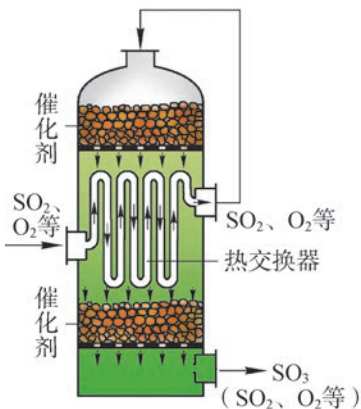

图 6.13 二氧化硫在转化器中的多段催化氧化示意图
转化阶段是硫酸生产的核心，转化率高，则硫的利用率高，对环境的影响小。经过净化处理的混合气体主要含有二氧化硫、氧气和氮气。二氧化硫氧化成三氧化硫是一个可逆反应，这步反应是在转化器里进行的（图 6.13）。反应时使用五氧化二钒作催化剂，在 475℃ 时的化学反应速率比不用催化剂时提高了 1.6×10^8 倍。
2. 二氧化硫和空气进入转化器时(图 6.13),从转化器里的热交换器内管流过,再从塔顶进入催化剂层,而后从热交换器管外流出,进入下一层的催化剂,最后流出转化器,这样的设计有什么好处?